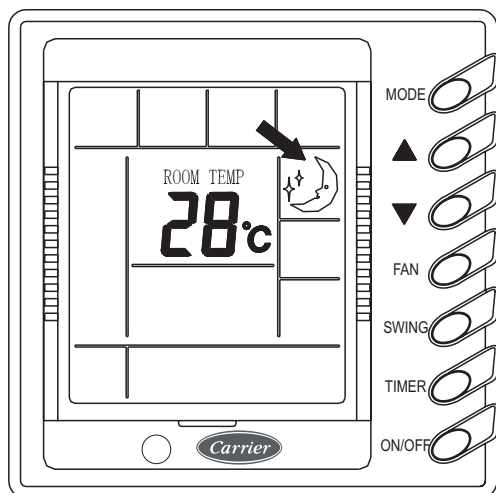

Fig. 5-IV
3. Ajuste de la Función SLEEP (Dormir) (Fig. 5-IV)